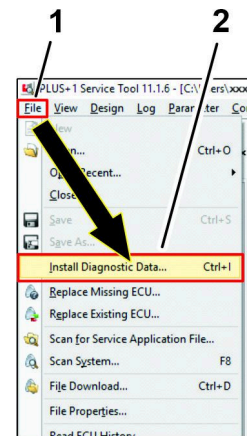

図 41
2. ファイルアイコンをクリックし、ドロップダウン リストで診断データのインストール...アイコン (図 41) をクリックする。